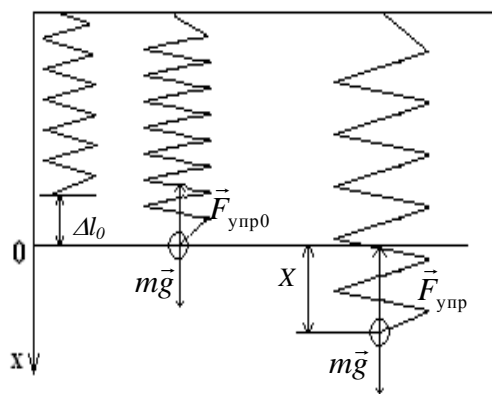

Рис.1
Период – наименьший промежуток времени T (в секундах), по истечении которого повторяются значения изменяющейся физической величины (например координаты $x(t)=x(t+T)$) (см. рис.1)
Выведем систему из равновесия, потянув груз вниз. Второй закон Ньютона в этом случае (рис.1) запишется так:
(см. рис.1) по закону $x = x_0 \sin(\omega t + \varphi_0)$. (4).